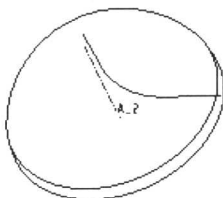

图 1-27 产生基准曲线
33. 单击系统工具栏中的视图列表按钮，选择【标准方向】选项，结果如图 1-27 所示。